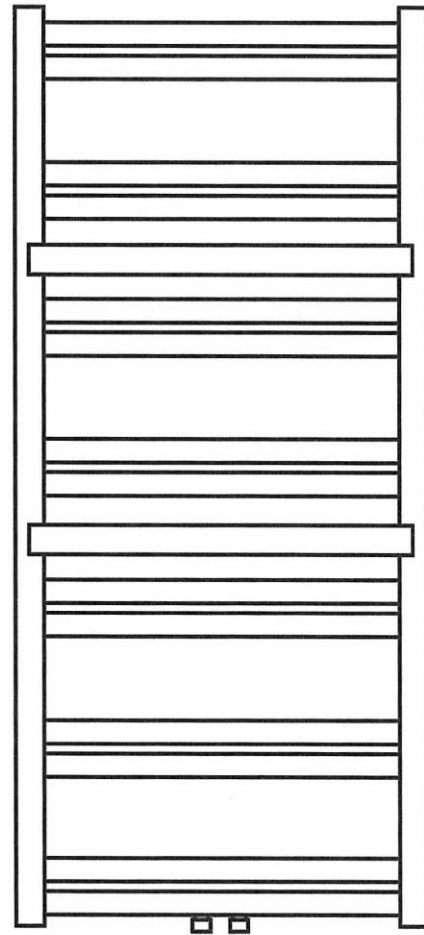

Fig.4
3. W czwartej odmianie grzejnik listwowy, pokazany na rysunku Fig. 4 w widoku z przodu, posiada 7 zestawów po 2 szt. listew grzejnych oraz dwa relingi, przy czym są one rozmieszczone – patrząc od góry grzejnika – w następującej kolejności: dwa radiatory od góry, jeden reling, trzy radiatory pośrodku, drugi reling i dwa radiatory od dołu grzejnika.